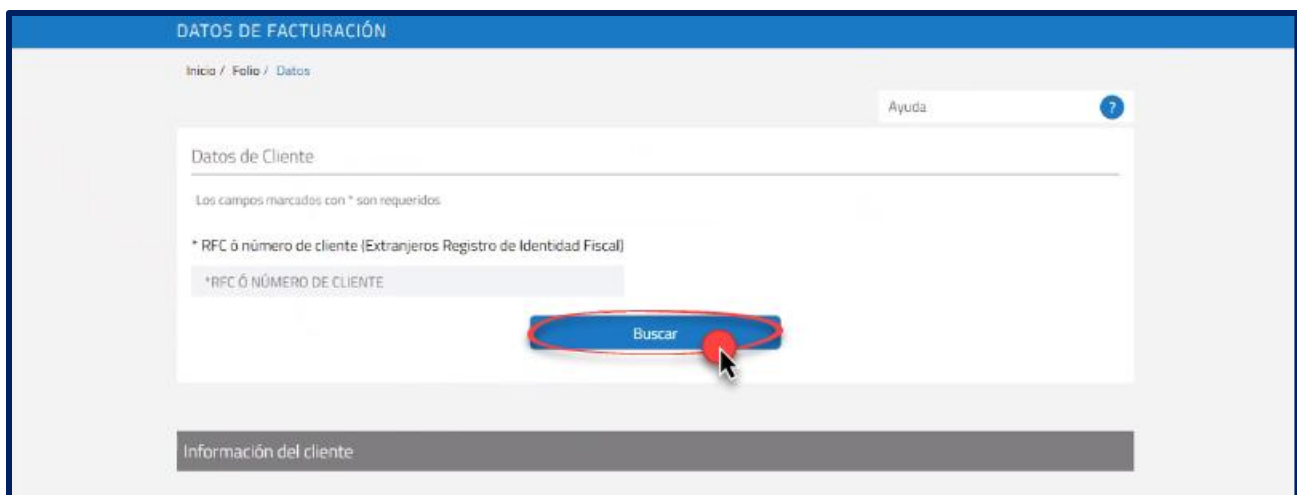

Figura 40 Agregar RFC del cliente
- En la pantalla **Datos de facturación** y en **Datos de cliente**, agregar **RFC** o **Numero de cliente** y dar clic en **Buscar** (figura 40).